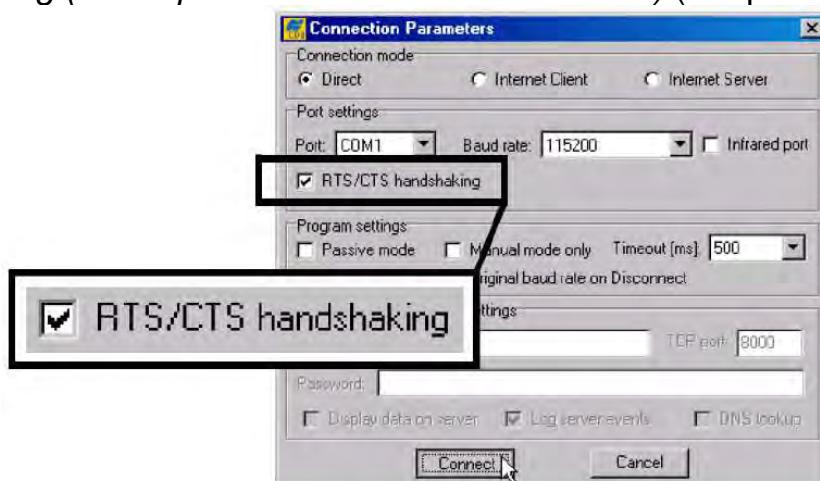

Рисунок 5-13. Диалоговое окно Connection Parameters – флагок RTS/CTS handshaking
2. Запустите программу PC-CDU. В диалоговом окне **Connection Parameters** (Параметры интерфейсов) выставьте флагок *RTS/CTS handshaking* (квитирование сигналами RTS/CTS) (см. рис. 5-13).